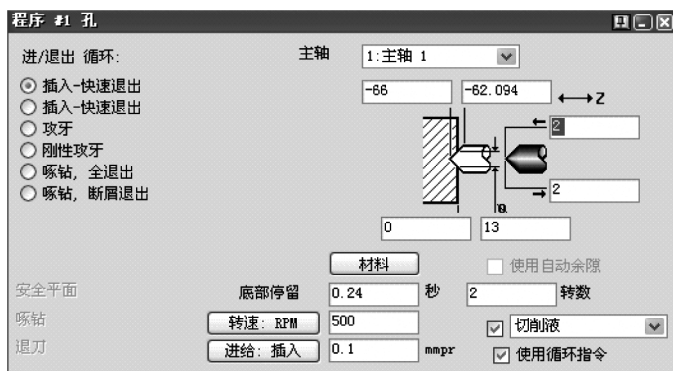

图 6-6 钻孔参数设置
1) 应用#2 刀具创建车削钻孔工序，设置参数如图 6-6 所示。